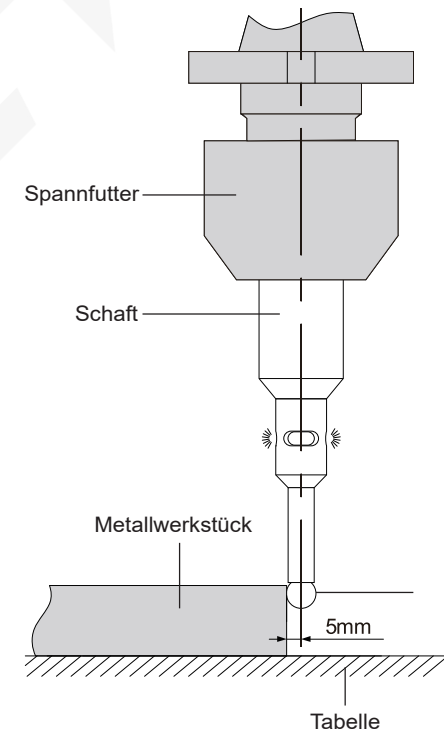

Abb. 3
2. Der Schaft wird über das Spannfutter und den Tisch elektrisch zum Metallwerkstück geleitet, die LED leuchtet auf und der Summer (6572-2) ertönt, wenn die Kugel das Werkstück sanft berührt (Abb. 3). Der Abstand zwischen der Kantenfinderachse und der Oberfläche des Metallwerkstücks beträgt nun 5 mm.